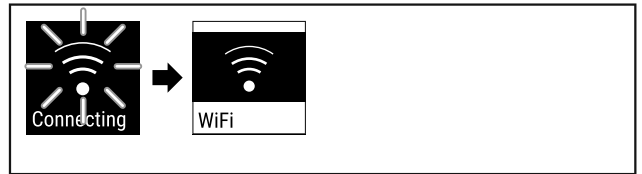

Fig. 75
- ▶ Připojení se vytváří (viz Fig. 75).